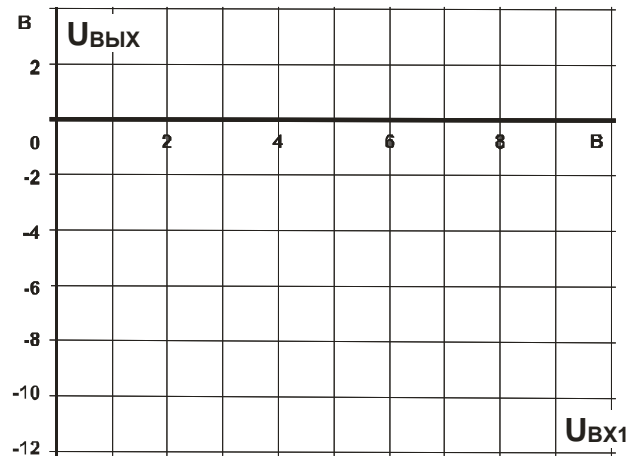

Рис. 8.3.3.
- Результаты измерений занесите в таблицу 8.3.1. На графике (рис. 8.3.3) постройте зависимость выходного напряжения $U_{ВЫХ}$ от входного $U_{ВХ1}$.